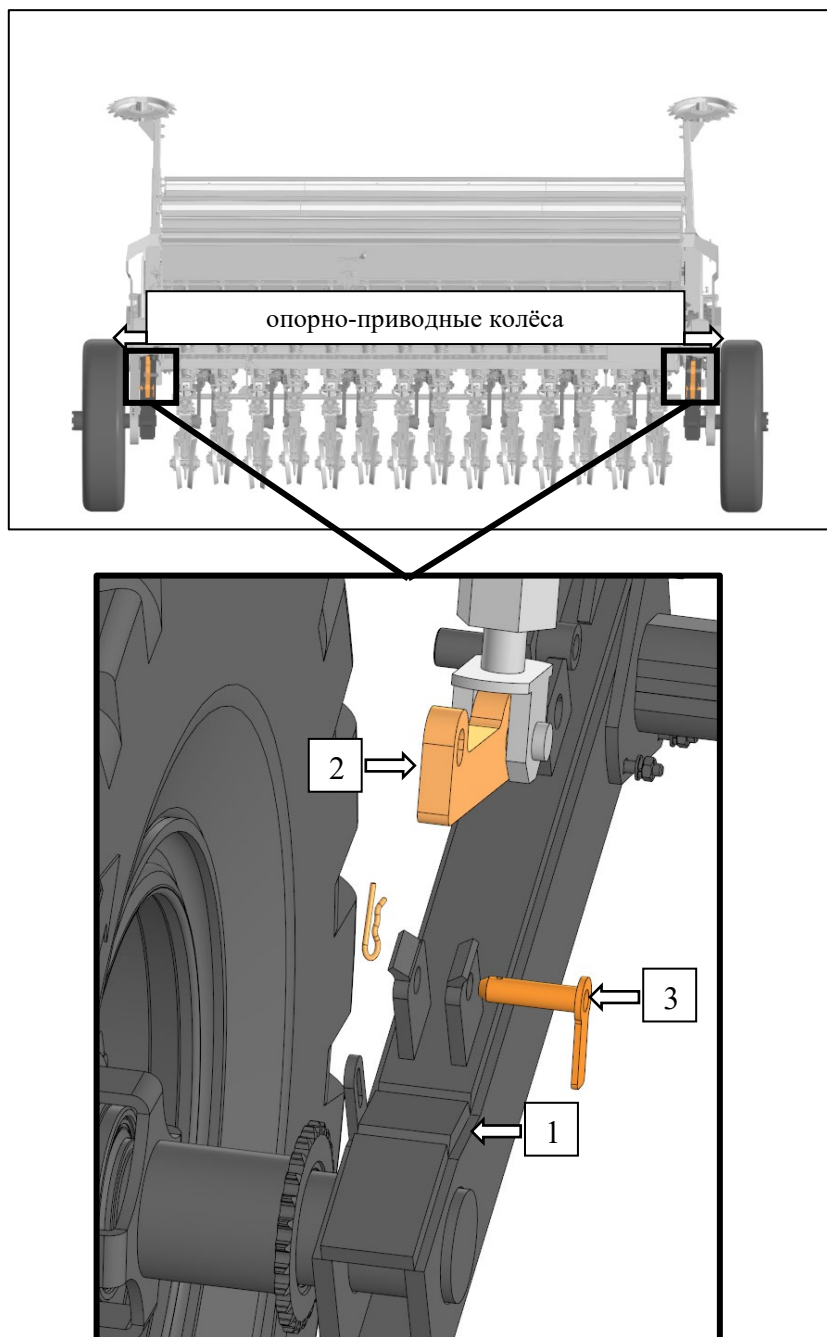

Рисунок 6 – Механизм подъёма и опускания сеялки, колесо разблокировано, фиксатор (3) извлечён
5. Перевести опорно-приводные колеса в положение копирования рельефа почвы. На двух опорно-приводных колёсах необходимо извлечь быстросъёмный фиксатор (3), фиксирующий балку опорно-приводного колёса (1) с рычагом гидроцилиндра (2), рис. 6.